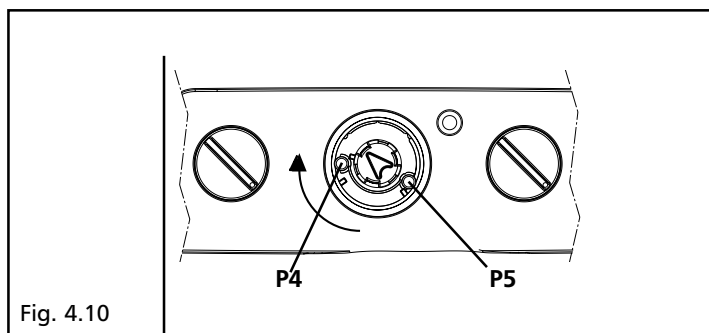

Fig. 4.10
- Ruotare il senso antiorario il trimmer P5 fino a raggiungere il valore minimo (fig.4.10)